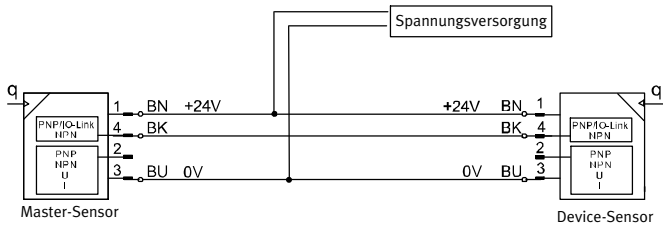

Fig. 16 Beispiel Anschlussbelegung SFAH-...M8
- Der Master-Sensor ist mit dem Device-Sensor und der Spannungsversorgung verbunden (➔ Fig. 16).